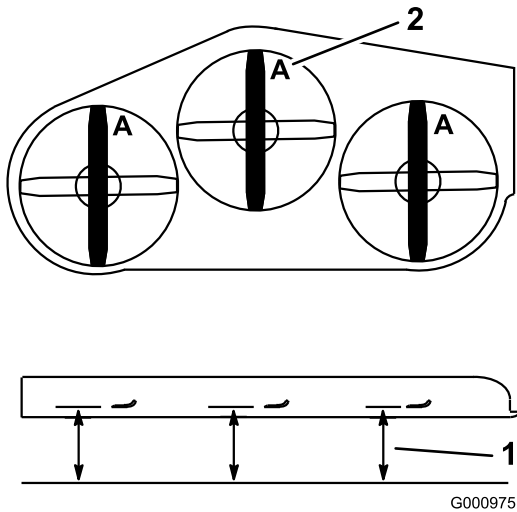

Figura 61
3. Gire las cuchillas hasta que los extremos estén orientados hacia adelante y hacia atrás (Figura 61). Mida desde una superficie nivelada hasta el filo de corte, posición **A**, de las cuchillas (Figura 61). Anote esta dimensión.